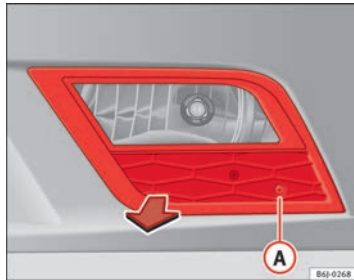

Abb. 157 Nebelscheinwerfer
- Entfernen Sie die Schraube ⇒ Abb. 157 (A) mit einem Schraubendreher aus dem Gitter des Nebelscheinwerfers.